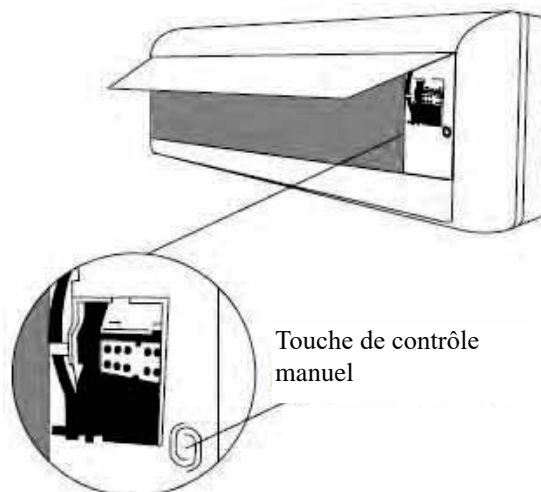

Fig. 8.1
2. La touche **CONTRÔLE MANUEL** est située sur le côté droit de l'appareil. Appuyer deux fois sur cette touche pour sélectionner la fonction FROID. Voir **Fig. 8.1**.